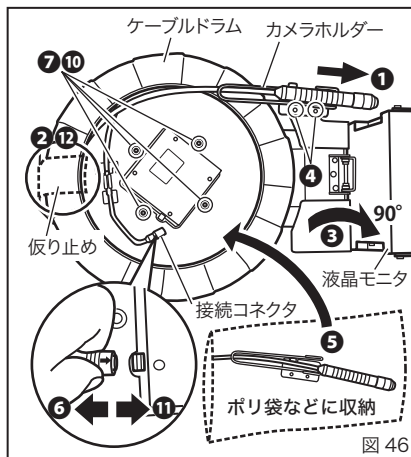

図 46
1. ケーブルドラムの取外し (図 46、47)
- ① GLS-V2830 のカメラヘッドを少し引きだしておきます。
- ② ケーブルドラムが回転しないよう、テープなどで仮止めします。
- ③ 液晶モニターは 90° に起こします。
- ④ カメラホルダーの固定ねじ（十字穴付きなべ小ねじ M4x12）2 個を外します。
⑩ケーブルドラムのネジ穴と本体側のネジ穴位置を合わせ、ネジを固定します。(⑦で外したネジ) (図 46、47)
⑪コネクタを接続します。ケーブル側の→表示を上向きにして、本体側コネクタに結合します。結合を確認するため、軽くコネクタを引っ張り、抜けないことを確認します。(図 46)
⑫ケーブルドラムが回転しない様、②と同様にテープでケーブルドラムを仮止めます。(図 46)